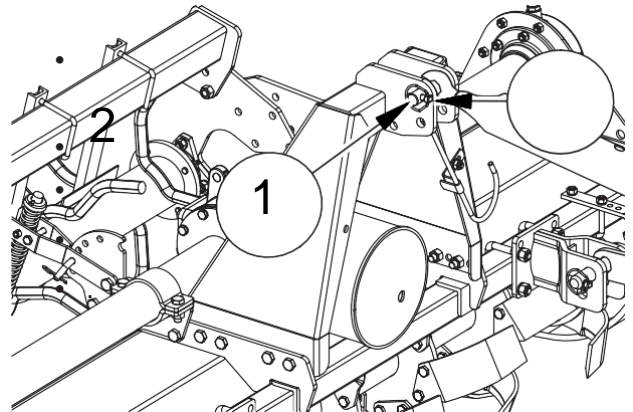

FIG. 15
- Flytta traktorns toppstäng till trepunktsfästet ("fig. 15"). Justera toppstängens så att maskinen vilar på marken
- Skjut in fästbulten (1). Säkra bulten med låssprinten (2) som ingår som standardutrustning.